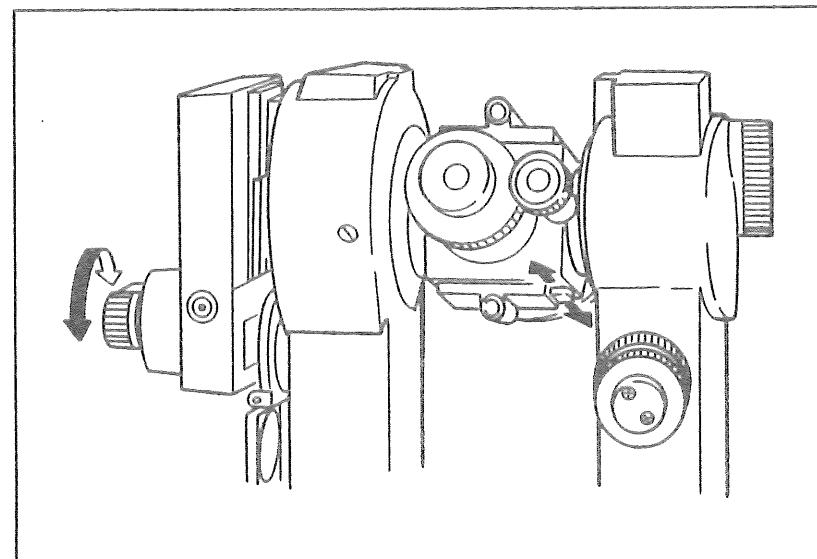

図32
- ②目盛視野はダイアルを回して明るさを調整し、十字線の照明は、レバーにより明るさを調節します。(図32)
- ③両側面のターミナルは、これにシンクロコードを差し込んで、他の器具(3V用)への電源とするためのものです。